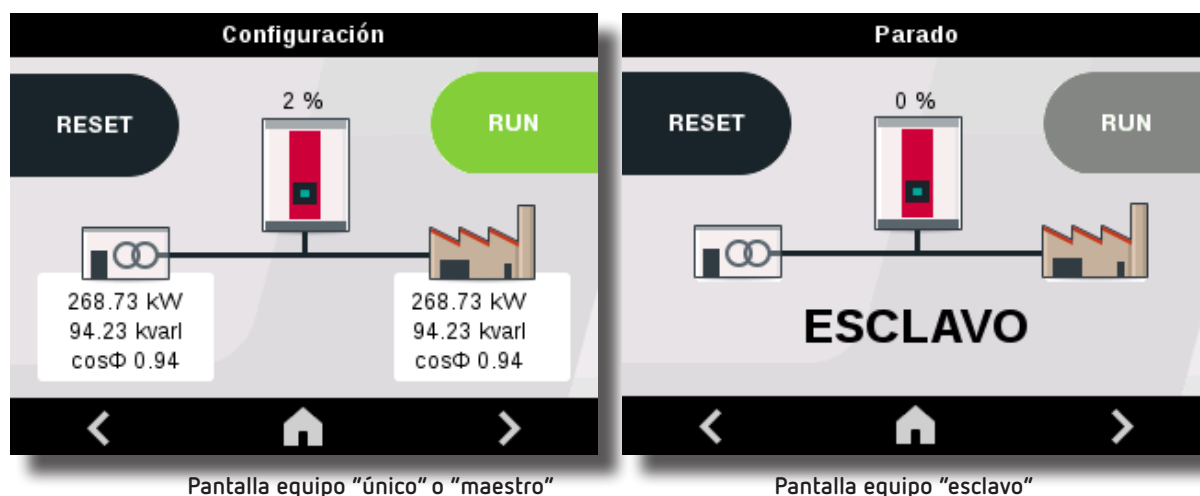

Figura 38: Pantalla inicial.
Una vez alimentado el equipo en el display aparece una de las pantallas de la **Figura 38**.
4.- (Equipo **"único"** o **"maestro"**) Volver a la pantalla inicial del equipo, **Figura 38**, si no hay ningún problema de conexionado, en la parte superior se debe visualizar el mensaje **"Parado"**. En caso de existir algún problema en el conexionado del generador estático o en la configuración, aparece el mensaje de **"Esperando condiciones"**.